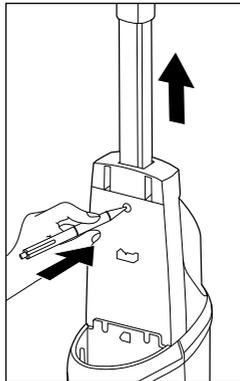

Fig. 2
- ▶ Lorsque vous souhaitez retirer à nouveau la partie portable **1** de l'appareil, vous devez commencer par sortir le réservoir d'eau fraîche **11** de l'appareil, pour accéder à l'encliquetage de la partie portable **1** (voir le chapitre **Remplir le réservoir d'eau fraîche**). Une fois le réservoir d'eau fraîche **11** retiré, appuyez sur l'encliquetage de la partie portable **1** à l'aide d'un objet pointu pour l'éloigner de l'orifice d'encliquetage. Vous pouvez ensuite retirer à nouveau la partie portable **1** de l'appareil (voir fig. 2).